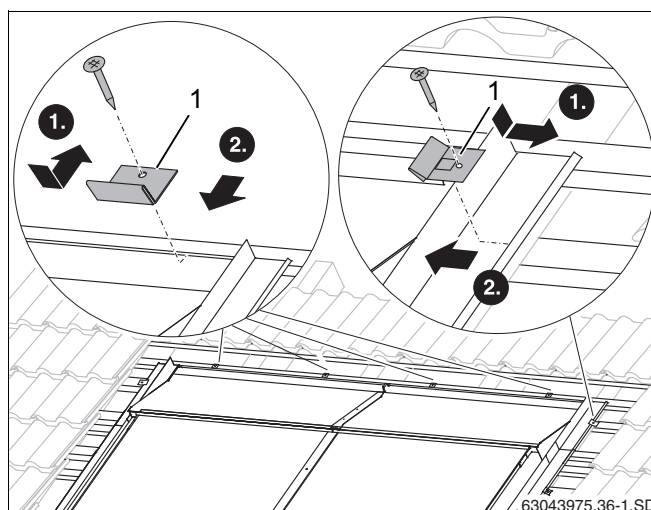

Рис. 59 Крепление накладных листов прихватами
- ▶ Уложите прихват (рис. 59, [1]) в кант накладного листа.